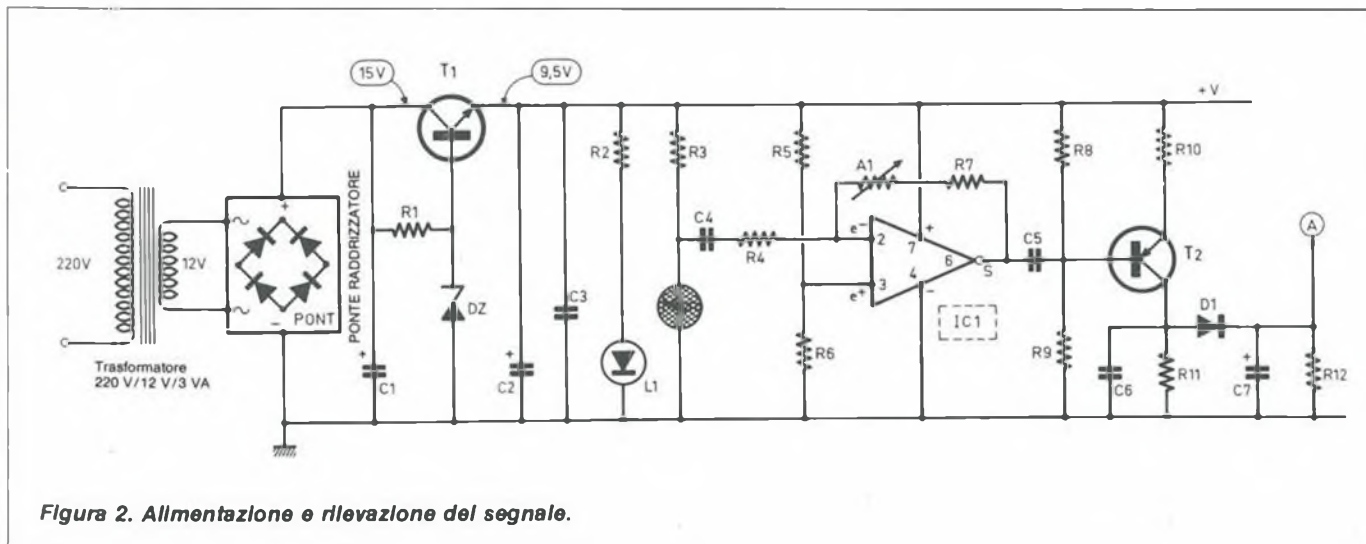

Figura 2. Alimentazione e rilevazione del segnale.
b) Rilevazione dell'allarme (Figura 2). Un microfono a condensatore di elettrete, montato in serie al resistore R3, fornisce al suo terminale positivo i segnali corrispondenti alle onde sonore generate dalla sveglia dell'orologio da polso. L'amplificazione è garantita da un classico 741. Ricordiamo che il guadagno di uno stadio di questo genere si ricava dalla relazione:
c) Elaborazione del segnale (Figura 2 e 3). Il condensatore C6 garantisce una prima integrazione della frequenza, relativamente alta, del segnale musicale. Un secondo sistema integratore è formato dal condensatore di maggior valore C7, da R12 e dal diodo anti-inversione D1: ha lo scopo di sopprimere le piccole interruzioni che avvengono quando viene emesso l'allarme. In realtà, il segnale può essere formato da una serie di bip oppure, in modo più piacevole e originale, da un motivetto conosciuto. È così presente, nel punto A del circuit-